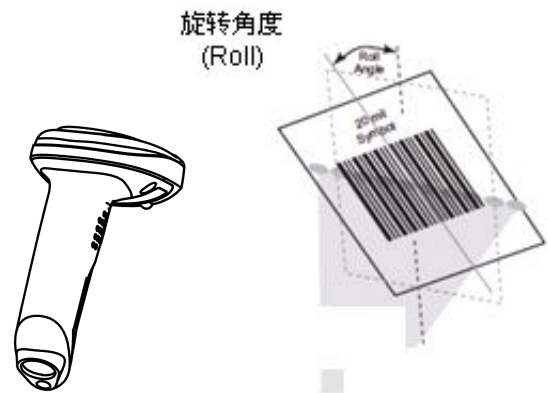

图 1-12
- ◇ 旋转角度(Roll)： $\pm 30^\circ$ ，测试条件为 0° 倾斜角及 0° 偏转角（见图 1-12）。